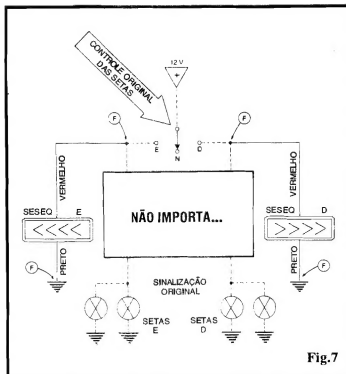

Fig.7
- FIG. 7 - UMA DAS POSSIBILIDADES DE INSTALAÇÃO ELÉTRICA... - Se a chave de controle original das setas normais de direção tiver o seu terminal ativo diretamente ligado ao *positivo* do sistema elétrico de 12V do veículo, absolutamente não importando o método de alternância ou intermitência utilizado para o comando inter-